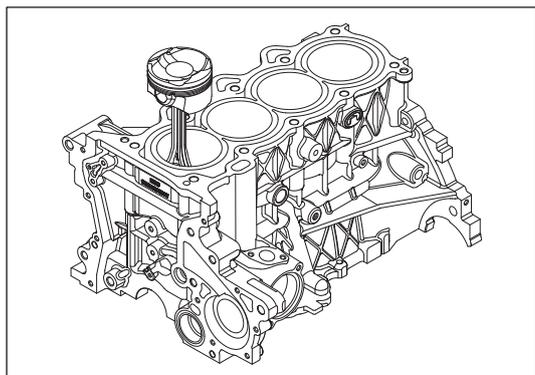

Рис. 13-2-2. Разборка шатуна поршня
(1) Снятие шатуна поршня и вкладыша головки шатуна
- б) Установить подходящий инструмент в отверстие цилиндра со стороны коленчатого вала и осторожно ударить по торцу соединения корпуса шатуна и по крышке шатуна, чтобы извлечь шатун из блока цилиндров. Вынуть шатун из блока цилиндров, как изображено на рис. 13-2-2.